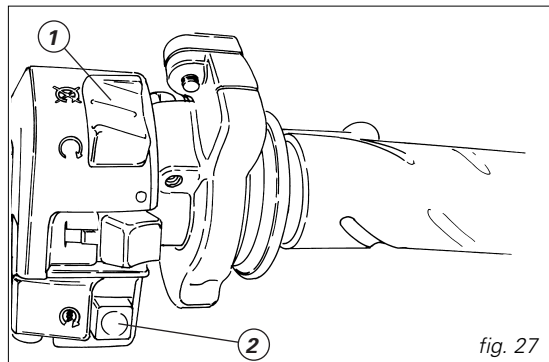

fig. 27
3) Controlar que el interruptor de parada (1, fig. 27) se encuentre en la posición  (**RUN**), presionar el pulsante de encendido (2).